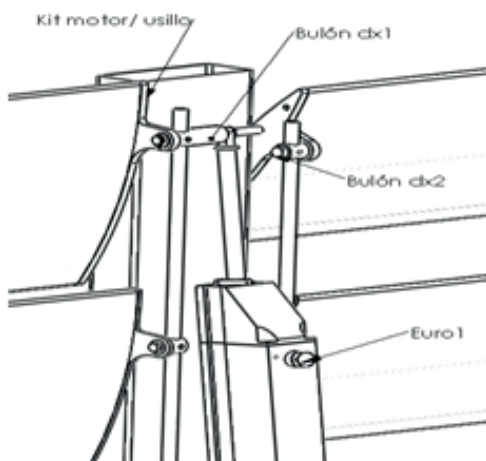

Figura 1
**Figura 1** protectora en instalaciones en el exterior **Figura 2**